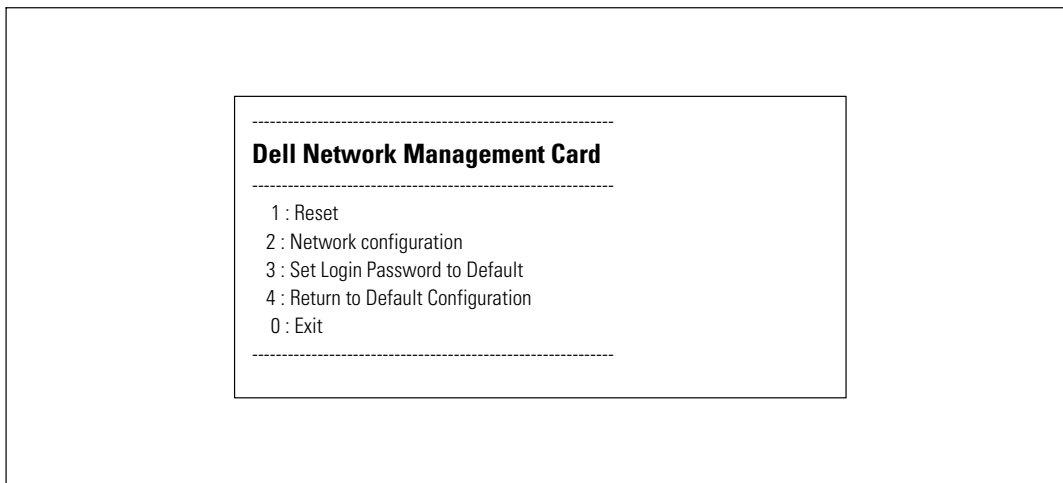

図 38. Dell ネットワークマネジメントカードメインメニュー
- 3 admin/パスワードを入力します（変更不可）。Dell ネットワークマネジメントカードのメインメニューが表示されます（図 38を参照）。